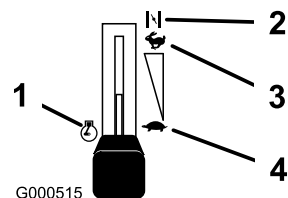

Figura 8
3. Prima di avviare il motore a freddo spostate la leva dell'acceleratore in posizione Starter (Figura 8).
5. Quando il motore è acceso, muovete la leva dell'acceleratore in posizione Fast (Figura 8). Se il motore stalla o esita, riportate la leva dell'acceleratore in posizione Starter per qualche secondo, poi spostatela nella posizione desiderata. All'occorrenza, ripetete il procedimento.
1. Portate la leva dell'acceleratore in posizione Fast (Figura 8).